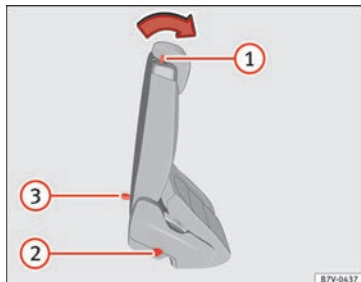

Abb. 157 Zweite Sitzreihe: Bedienelemente der Einstiegshilfe.
- Gegebenenfalls Gegenstände aus dem Fußraum der zweiten Sitzreihe entfernen » ❶.
- Einstiegshilfe für die dritte Sitzreihe » **Abb. 157** ❶ nach vorn drücken und Rückstützlehne umklappen. Dieser Sitz klappt komplett nach vorn »  und kann in Längsrichtung noch weiter nach vorn geschoben werden.
- Der Rücksitz muss sicher eingerastet sein, damit die Schutzwirkung der Sicherheitsgurte auf den hinteren Sitzplätzen gewährleistet ist. Die rote Markierung » **Abb. 157** ❷ darf nicht mehr sichtbar sein »  in Rücksitze in Ladebodenposition klappen auf Seite 167.
Wenn der Hebel » **Abb. 157** ❶ außer Funktion ist, z.B. nach einem Unfall, können die Sitze der zweiten Sitzreihe von der dritten Sitzreihe aus nach vorn geklappt werden, um den Ausstieg aus der dritten Sitzreihe zu erleichtern » .
- Schlaufe » Abb. 157 ③ nach hinten ziehen und Rücksitzlehne nach vorn klappen. Der komplette Rücksitz klappt nach vorn » » ⚠.
- Eine rote Markierung an der Seite des Sitzes » Abb. 157 ② signalisiert eine nicht eingerastete Lehne. Die rote Markierung darf im korrekt eingerasteten Zustand nicht sichtbar sein.